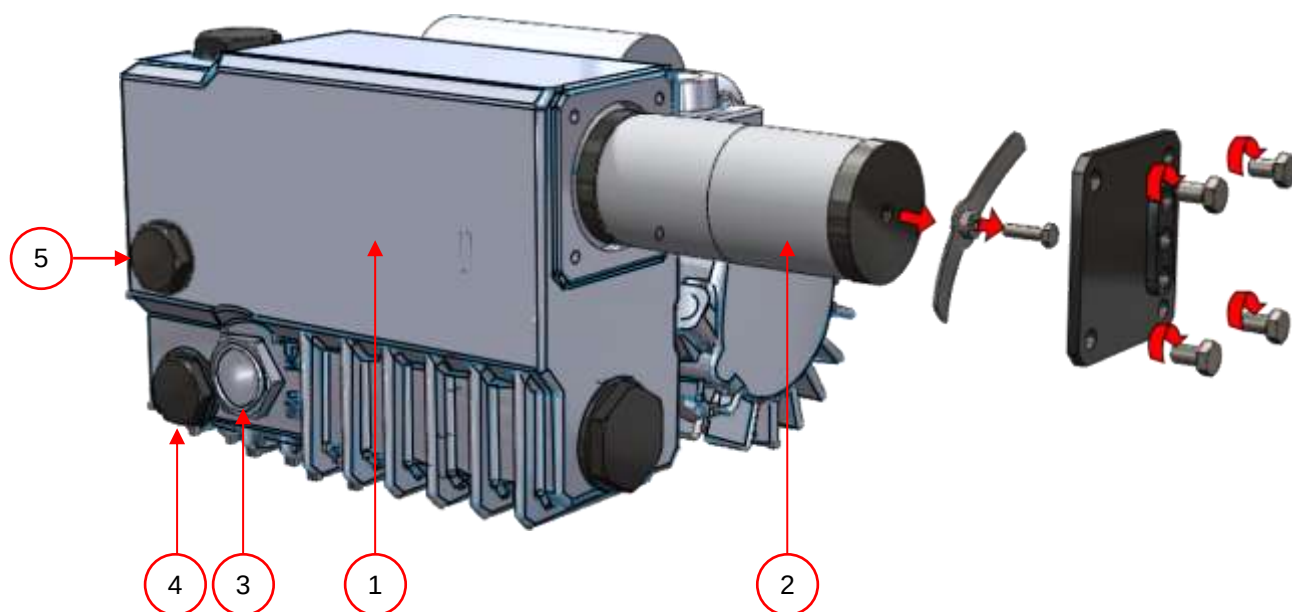

Figura 3: Resumen de la bomba (sin el protector)
- Asegúrese de que haya suficiente aceite en la bomba (Figura 3:4). Si este no es el caso, llene el aceite.